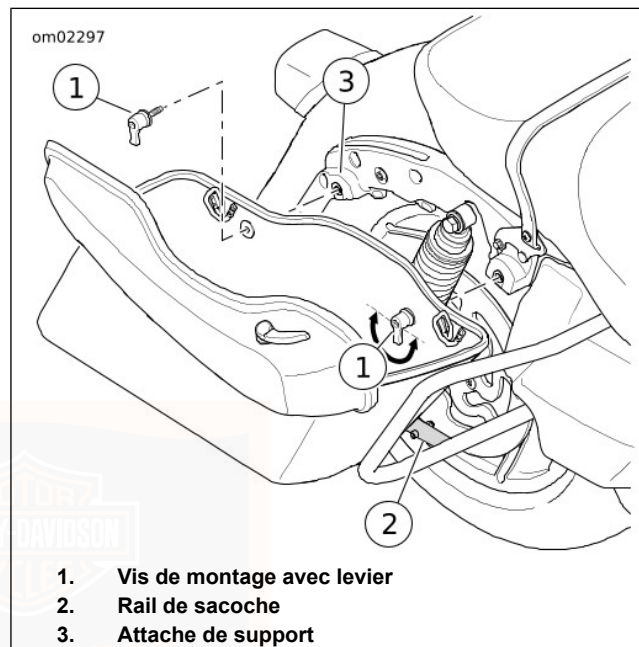

Figure 30. Dépose/installation des sacs
3. Voir Figure 30. Tourner les leviers de vis de montage dans le sens antihoraire afin de déposer les vis de montage du support de fixation.
1. Voir Figure 30. Positionner soigneusement la sacoche dans son rail. Aligner les œillets de montage avec le support de fixation.